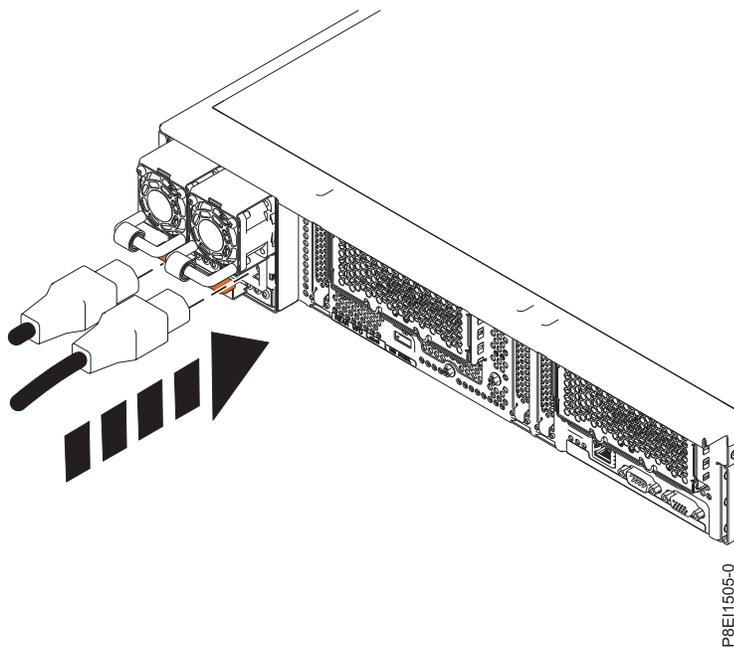

Figura 78. Conexión del cable de alimentación a la fuente de alimentación
- a. Conecte el cable de alimentación a la fuente de alimentación. Consulte la Figura 78 en la página 115.